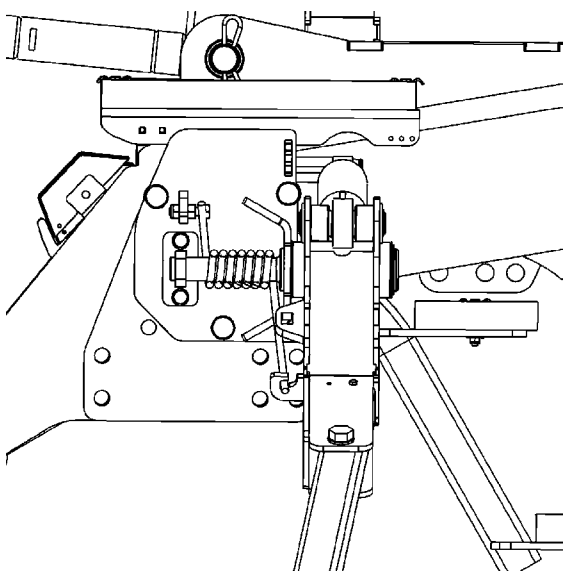

Рисунок 17 Крепление маркера
1. Установите консоль маркера к гидравлическому цилиндру. (Рисунок 17)